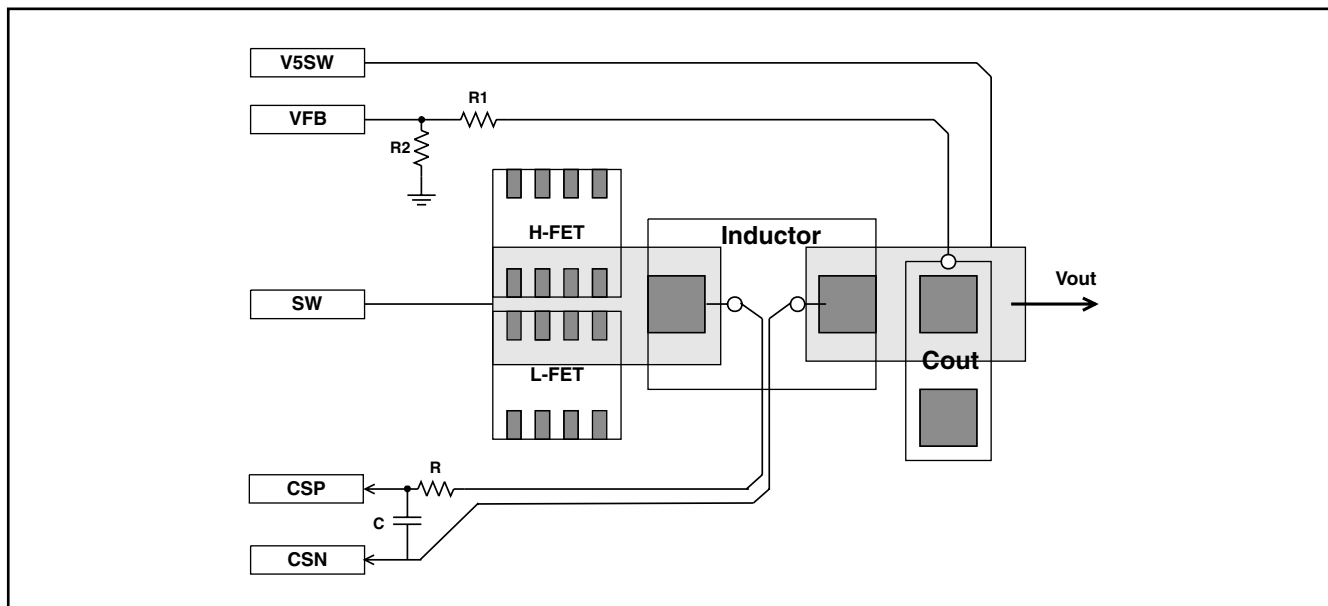

図 51. Sensing Trace Routings
- 以下については配線を共用せずに、それぞれ専用の配線を使用します(図51参照)。